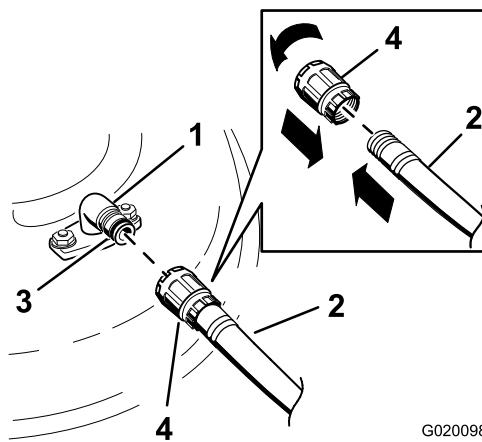

Figura 70
- Conecte el acoplamiento de la manguera al extremo del conector de lavado del cortacésped, y abra el grifo al máximo (Figura 70).